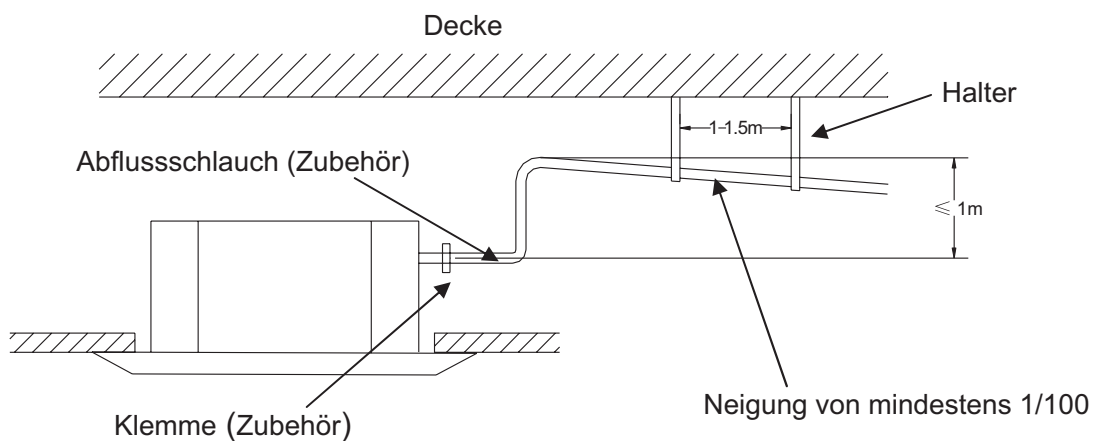

Abb.13
1. Heben Sie das Abflussrohr nicht höher als 1m, sonst besteht die Gefahr, dass Wasser durchsickert (Abb.13)
2. Prüfen Sie, ob das Abflussrohr eine Abwärtsneigung (von 1/100) aufweist und kein Wasserhindernis vorhanden ist (Abb.13).
3. Um das Abflussrohr zu halten, bringen Sie alle 1 bis 1,5m Halter an (Abb.13).